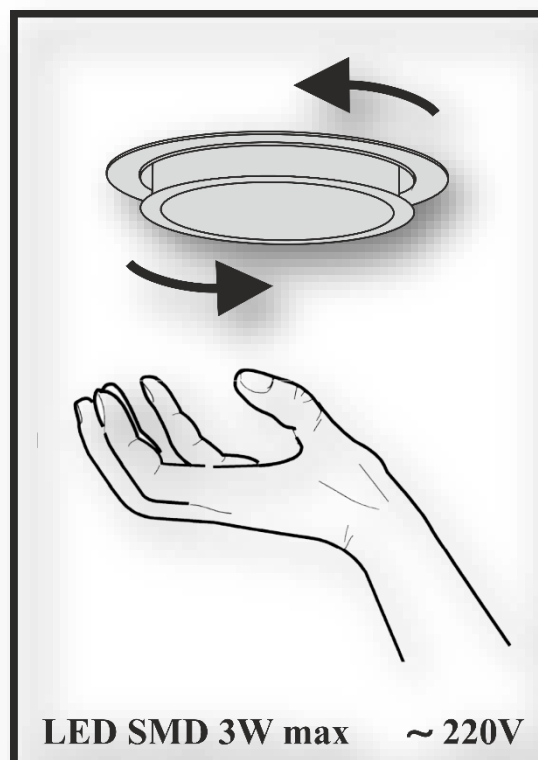

Рис.8
7.12 На витяжці встановленні LED SMD лампи підсвітки робочої зони плити. Перед початком заміни ламп освітлення необхідно відключити витяжку від електромережі, дати можливість охолонути лампам. Для заміни лампи необхідно зняти алюмінієві фільтри, відтиснути тримач патрона так, щоб лампа вийшла з корпусу витяжки і повернувши її проти годинникової стрілки (рис.8). Замість неї необхідно встановити нову з тими ж характеристиками і встановити фільтри.